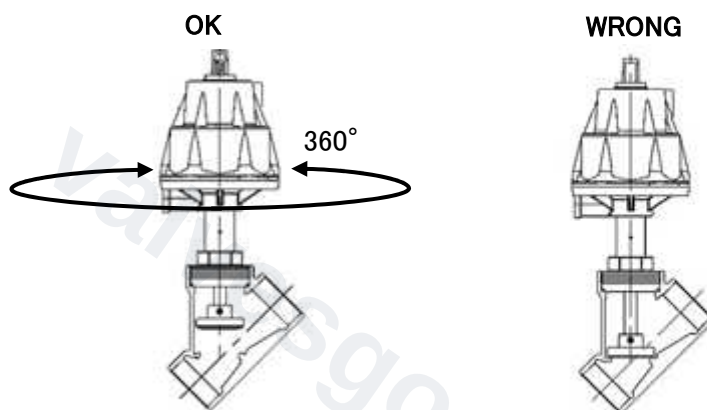

图 7
- (15) 如需改变先导进气孔的连接位置，需先从先导进气孔提供压缩空气，使阀瓣开启（检查位置指示器是否升起）即可旋转执行器改变先导进气孔的连接位置（参照图 7）。此外，ASV-1000-C，则无需提供压缩空气，即可旋转执行器改变先导进气孔的连接位置。